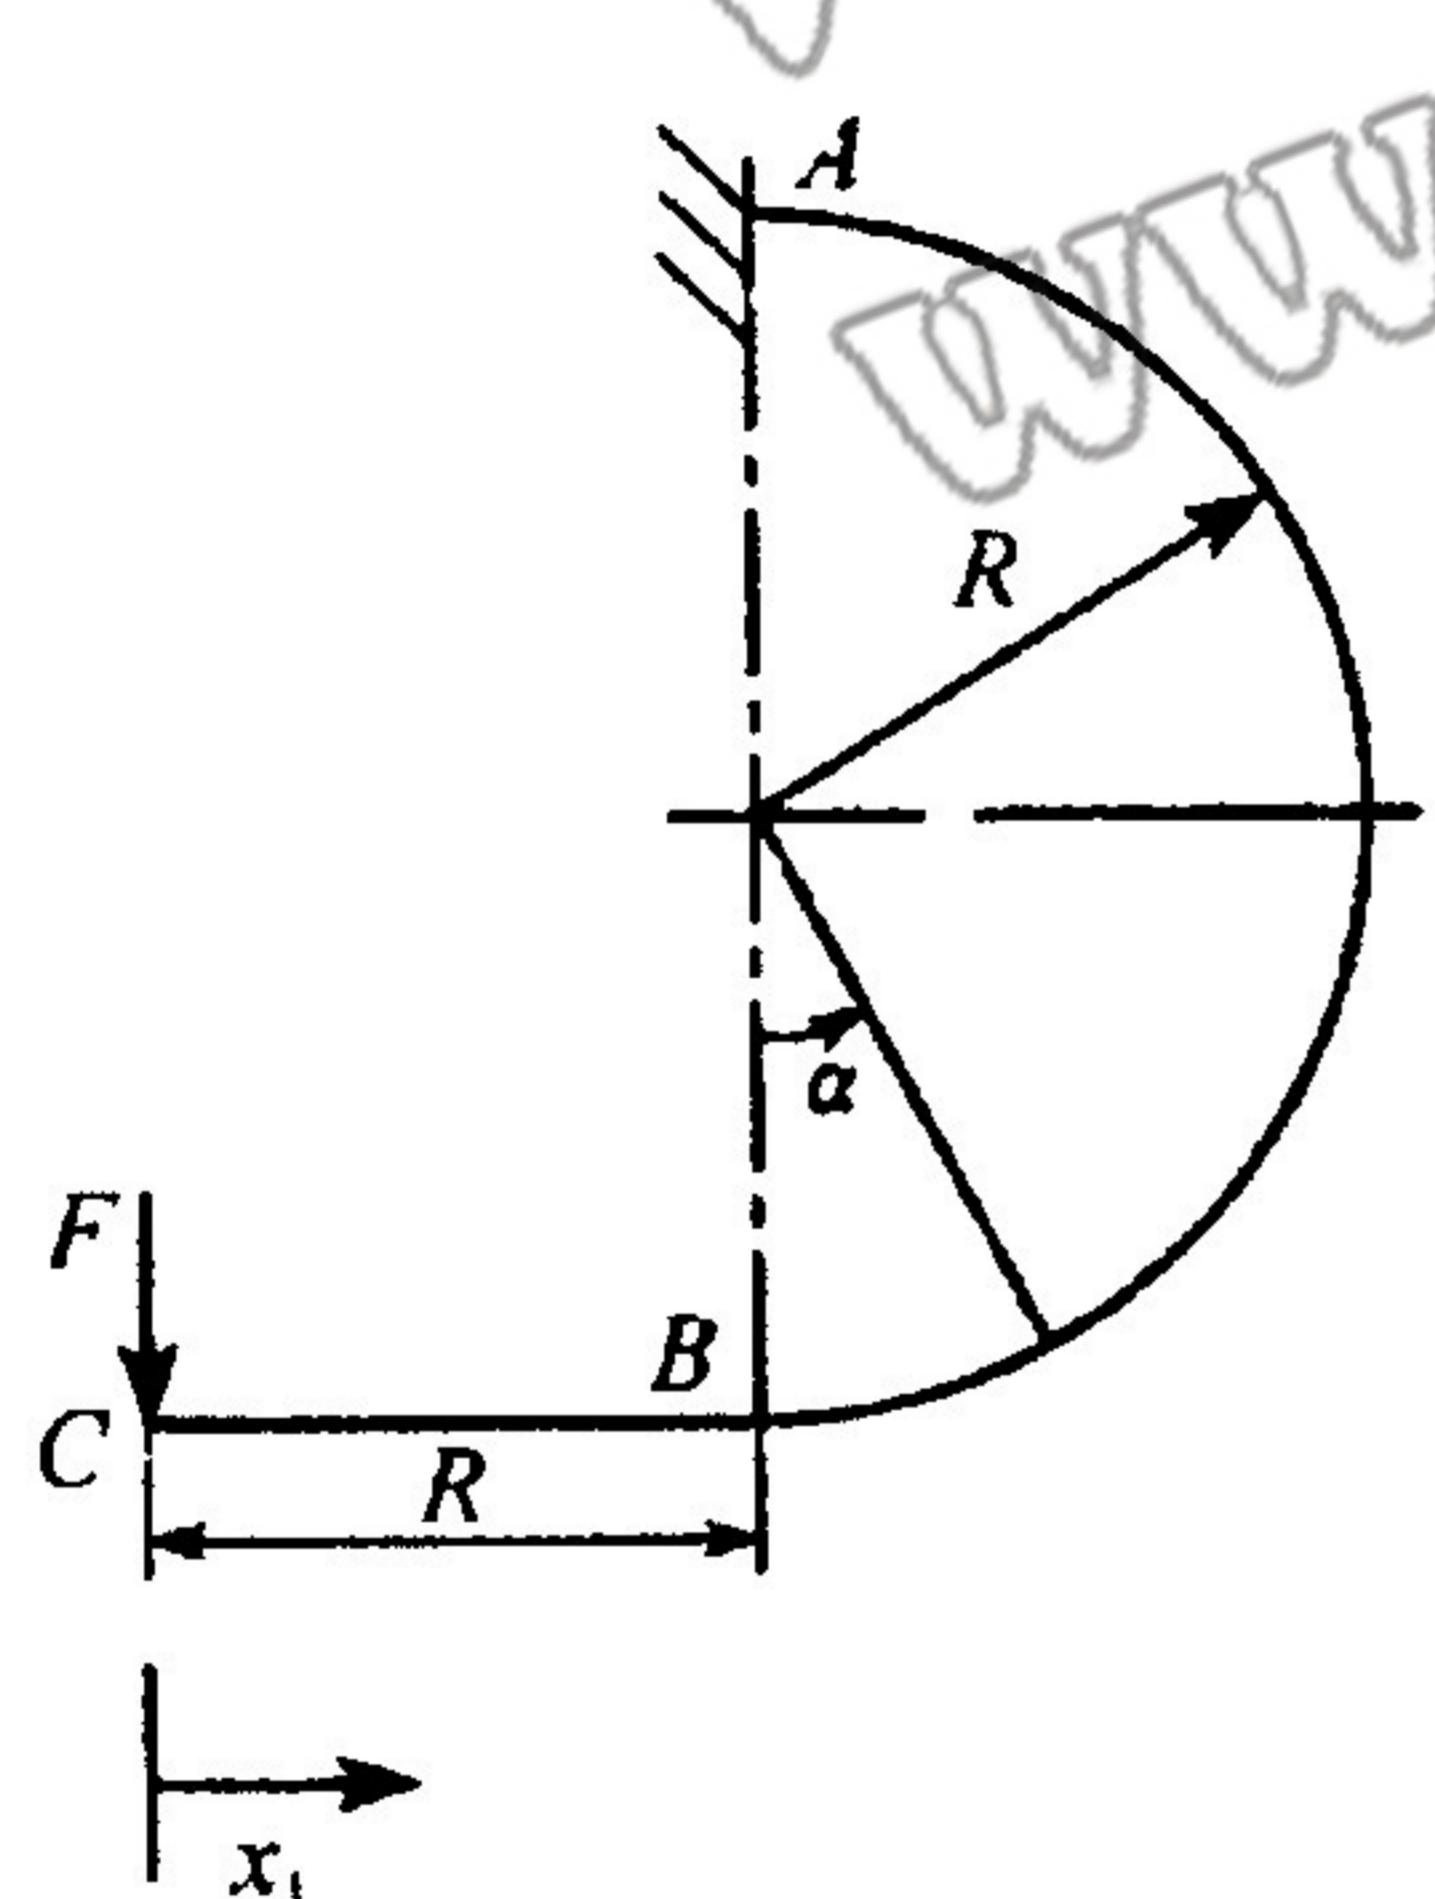

图 7.12
4. 如图 7.12 所示曲梁，A 端固定，全梁 EI 相同，C 端作用集中力 F ，试求 C 端的铅垂位移和水平位移（只考虑弯曲作用）。